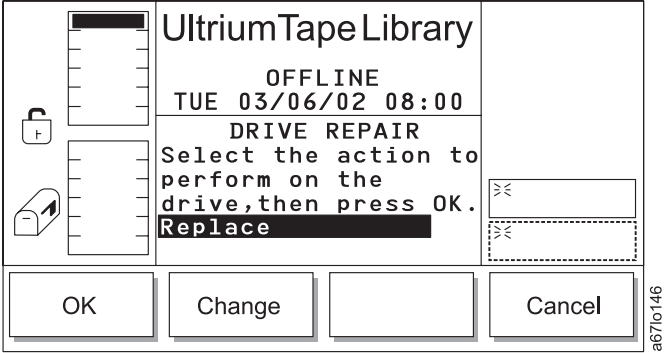

Abbildung 196. Reparaturdialog (Einbauen)
- Wird **Change** ausgewählt, wird der Wert des aktuellen Feldes hin- und hergeschaltet (siehe Abb. 196 auf Seite 209).
Tabelle 145. Übersetzung von Abb. 196, Reparaturdialog (Einbauen)